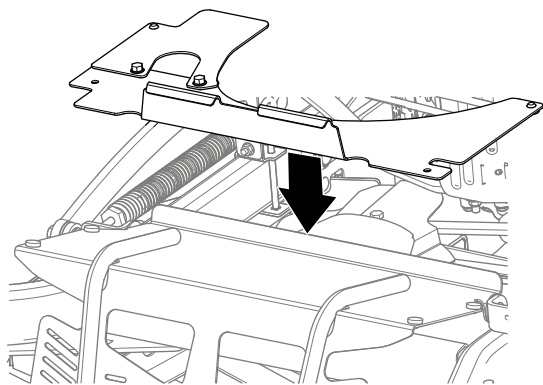

Figure 36
1. Montez l'extension de la protection sur la machine, comme montré à la Figure 36.